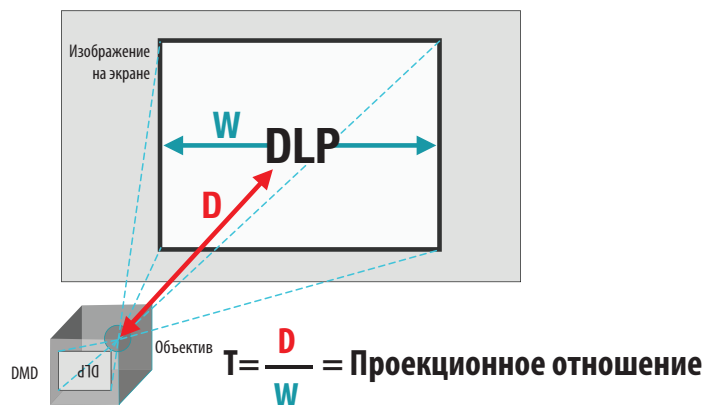

Рисунок 6. Проекционное отношение
чтобы получить экран определённого размера (рисунок 6). Ширина проецируемого изображения (W) относительно расстояния от объектива до центра экрана (D) является проекционным отношением (T), которое показано на рисунке 6.